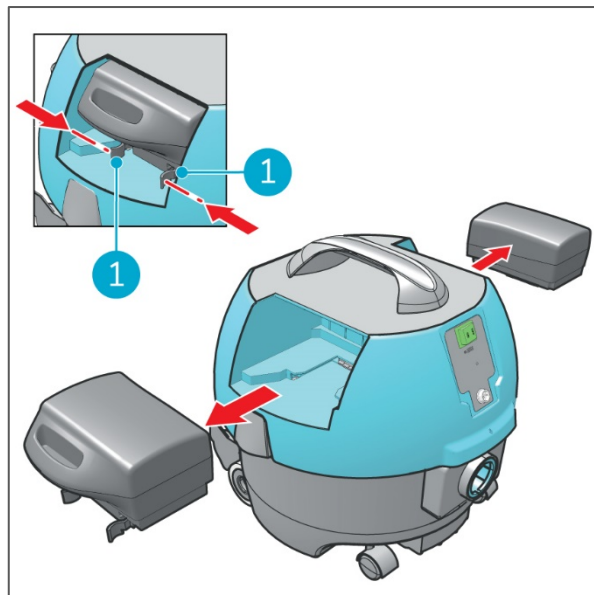

Figure 19
1. Appuyez sur les clips en plastique de la batterie (Figure 19, pos 1) pour les rapprocher légèrement l'un de l'autre.